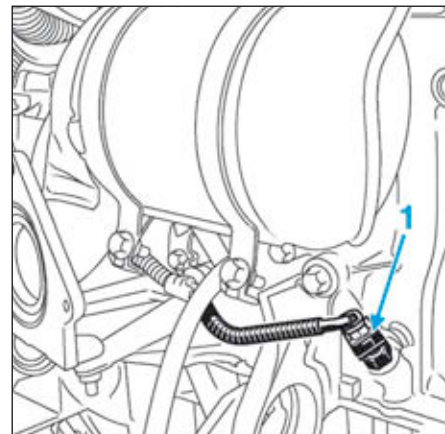

FIG.112
- Débrancher le connecteur électrique (1) (Fig.112) du capteur de niveau d'huile.